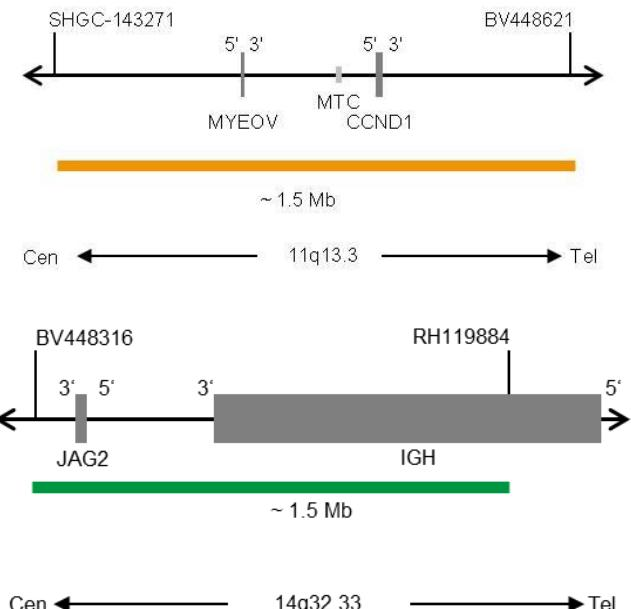

Fig. 1: Cima: SPEC CCND1 Mapa da sonda; Baixo: SPEC IGH Mapa da sonda (sem escala)
- Polinucleótidos (~6.0 ng/μl) com marcação ZyOrange (excitação 547 nm/emissão 572 nm), dirigidos ao mapeamento de sequências alvo em 11q13.3\* (chr11:68,522,105-70,031,240) contendo o gene CCND1 (ver Fig. 1).
- Polinucleótidos (~12.0 ng/μl) com marcação ZyGreen (excitação 503 nm/emissão 528 nm), dirigidos ao mapeamento de sequências alvo em 14q32.33\* (chr14:105,462,169-106,995,000) contendo o locus IGH (ver Fig. 1).